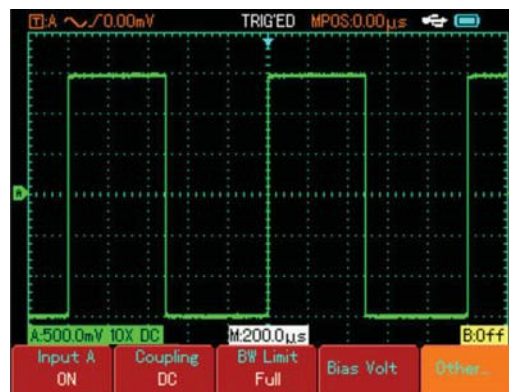

Figura 1-5 Señal onda cuadrada 10:1
3. Conecte la sonda y la toma a tierra al terminal de la función generador de señal. Seleccione una onda cuadrada de frecuencia 1kHz y amplitud 3Vpp. Presione (AUTO) y verá una onda cuadrada 1kHz/3Vpp en el display en pocos segundos, como se muestra en la figura 1-5. Repite los pasos 2 y 3 para revisar el canal B.